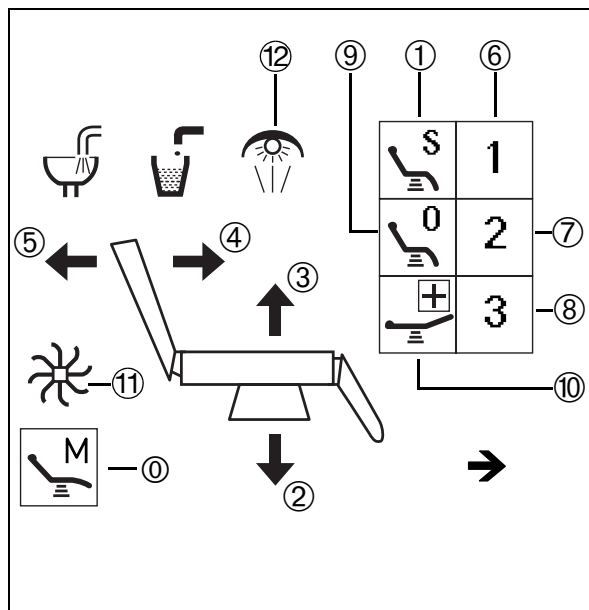
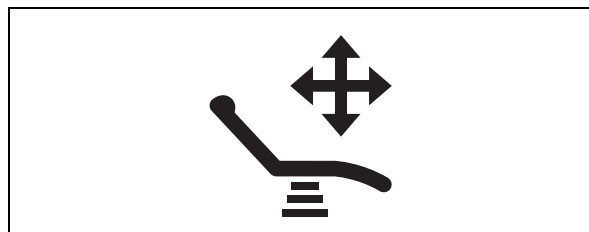

Abb. 6
Abb. 7
Durch Drücken des Symbols (Abb. 7) für die Motorstuhlbedienung (sichtbar, wenn sich der Bedienteil im Hauptmenü befindet) erhalten Sie das Untermenü für die OP-Leuchte und die Motorstuhlbedienung (Abb. 6).
Neuere GL 2020-Motorstühle können in Verbindung mit den Zahnarztgeräten U5000 und U1500 optional mit belüfteten Polstern geliefert werden. Die Lüftung wird durch Antippen der Taste ⑪ (Abb. 6) aktiviert. Ein erneutes Antippen schaltet die Lüftung wieder aus.
- Stellen Sie den Patientenstuhl durch Antippen des Symbols ⑨ (Abb. 6) in die Ausgangsposition („Null“-Stellung).
- Stellen Sie die gewünschte Arbeitsposition manuell durch Drücken der Symbole ② bis ⑤ ein.
- Drücken Sie das Speichersymbol ⑩. Das Symbol erscheint dann im schwarzen Feld.
- Tippen Sie eines der Symbole ⑥ bis ⑧ an. Das Speichersymbol wird wieder normal angezeigt. Gleichzeitig zeigt ein Signalton an, daß die Arbeitsposition unter dem eingetippten Symbol ⑥ bis ⑧ gespeichert wurde.
Durch Drücken des Leuchte-Symbols ⑫ (Abb. 6) schalten Sie die OP-Leuchte ein bzw. aus.
In dieser Position kann die Leuchte manuell durch Drücken des Symbols ⑫ (Abb. 6) wieder eingeschaltet werden. Die Leuchte schaltet sich auch automatisch wieder ein, sobald sich der Motorstuhl aus der Ein-/Aussteigeposition in eine neue Arbeitsposition bewegt hat.